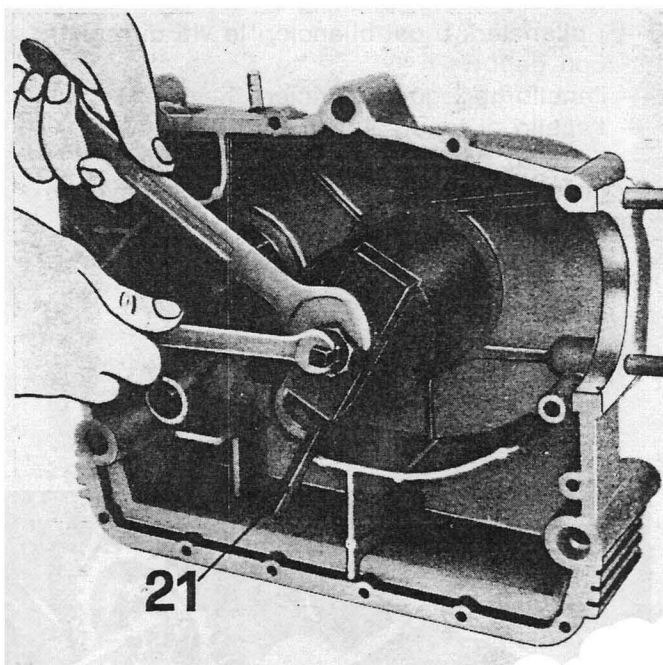

Fig. 19
- l'anello esterno del cuscinetto per albero motore adoperando apposito attrezzo n° 25907000 (21 di fig. 19);